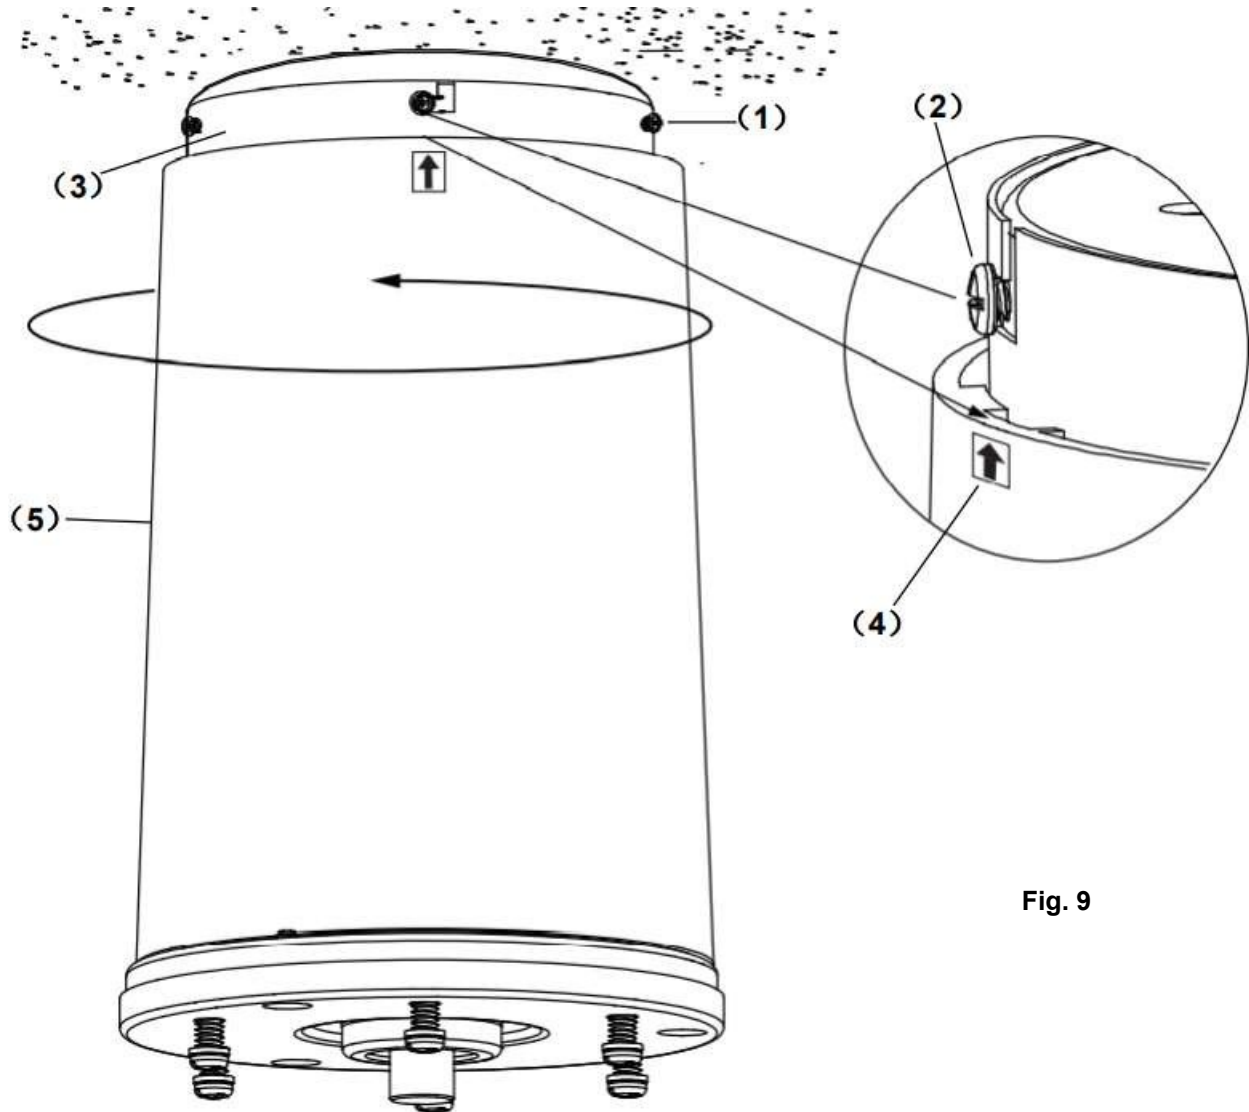

Fig. 9
- Alinee la marca de la flecha (4) en la superficie del gancho de la carcasa del motor (5) hasta los tornillos (2) del tejadillo colgante (3). (Fig.9)
- Por último, fije la carcasa del motor (5) al soporte de montaje, fíjela introduciendo los ganchos de la carcasa del motor en los orificios de ranura de la capota colgante y gírela en sentido antihorario. (Fig.9)